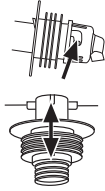

Figura 3
- Libere la válvula girándola en el sentido contrario a las manecillas del reloj (ver figura 3) y límpiela con cuidado.